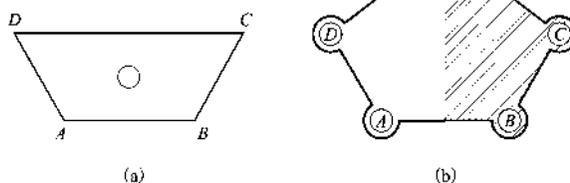

图 1-141 习题 10
10. 以图 1-141(a) 图中的四边形及圆为基准，通过编辑命令完成图，其中： $E$  点为  $CD$  线中点垂直向上位伸 80 mm；小圆半径相等，大圆弧比小圆半径大 6 mm；轮廓线线宽为 3 mm；填充图案。完成后的图形如图 1-141(b) 所示。